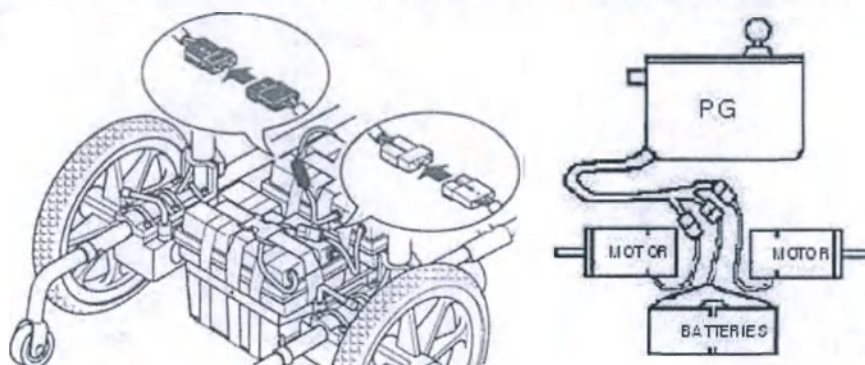

Рис.1.2
Соедините разъем с меткой LEFT контроллера, находящегося под сиденьем, с соответствующим разъемом мотора. Соедините разъем с меткой RIGHT контроллера, находящегося под сиденьем, с соответствующим разъемом мотора (рис.1.2).
5.4.1 Рама кресла изготовлена из металла с порошковым напылением. Коляска поставляется в сложенном виде. Для того что бы разложить раму коляски нажмите на трубы сиденья как показано на рис.1.1. Важно, чтобы трубы попали в ловители на раме (поз.1, рис.1.1). Труба должна полностью войти в ловитель как показано на рис.1.2